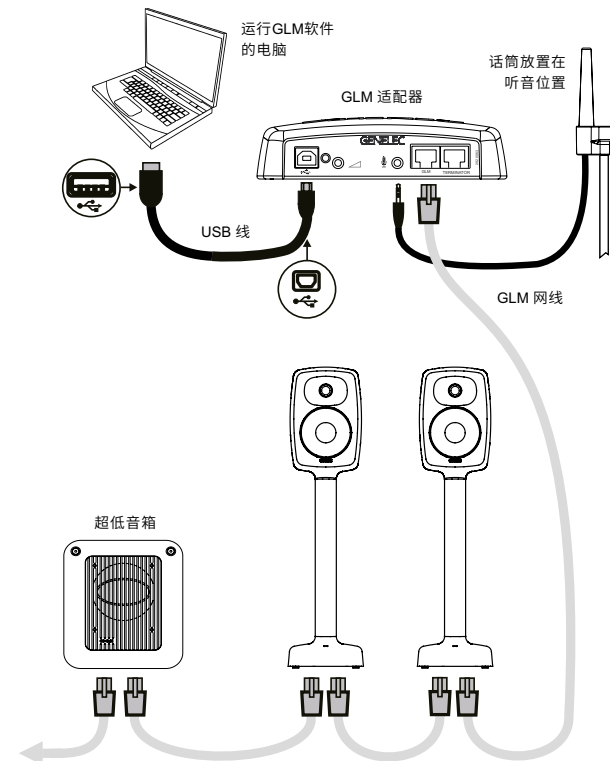

图 5. GLM 网络连接示意图
图 5 为 GLM 控制网络连接示意图。为此，您需要一套 GLM 校准套件，并在电脑上安装 GLM 软件。GLM 校准套件需单独购买，其中包含一个用于连接电脑 USB 的适配器和一只校准话筒。GLM 软件可从 www.genelec.cn “服务支持” > “GLM 软件下载” 页面中免费下载。如前所述，部分真力经销商可以提供系统安装、设置和校准服务，详情请咨询当地经销商。
2. 使用 5 类网线（RJ45 接头）将每只音箱（包括超低音箱）串接起来，最终连接到 GLM 适配器的网络输入接口（见图 5）。然后将 GLM 适配器通过 USB 线连接到电脑。